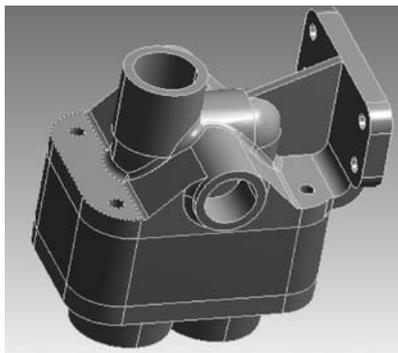

图 3.52 装配体模型
(1) 新建一个 Workbench 工程,双击添加 Mesh 模块,右击 Geometry,导入 eg3.2.stp 素材文件,双击 Mesh 单元格,进入网格划分界面。我们将对如图 3.52 所示的装配体进行网格划分,此装配体由 3 个零件构成。